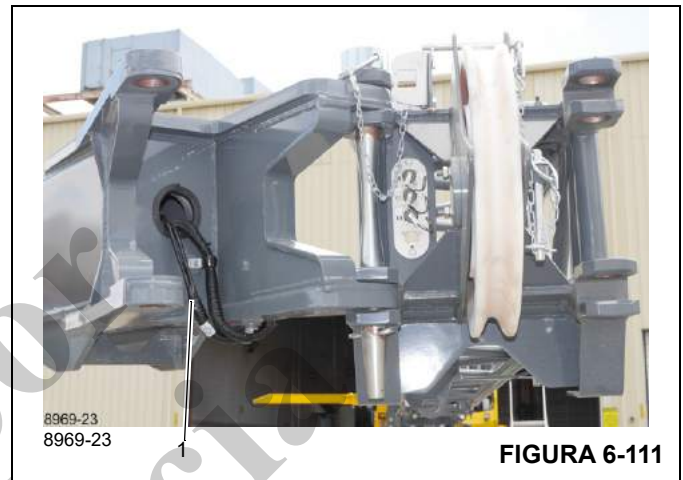

FIGURA 6-111
1. Antes de girar la extensión de extremo en la parte frontal de la extensión base, retire los cables (1), (Figura 6-111), del lugar de almacenamiento.